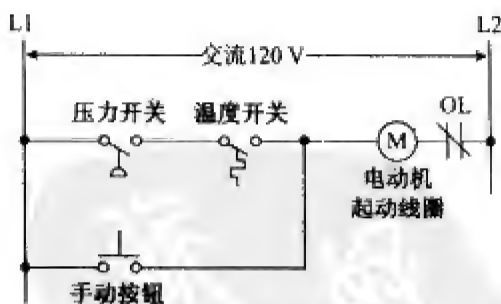
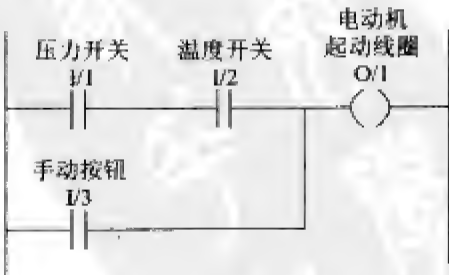

图 1-9 过程控制继电器梯形图
图 1-12 带地址的 PLC 过程控制梯形图
这个控制问题可以用如图 1-9 所示的控制电机的继电器电路实现, 当压力开关和温度开关接通或者手动控制按钮被按下时, 电动机的起动线圈就被接通。
接下来, 将设计 PLC 的梯形图程序, 并输入到 CPU 内的存储器中。这一控制过程的典型梯形图程序如图 1-12 所示。梯形图程序采用了与硬件连线的继电器电路布局相似的格式。独立的符号代表指令, 数字代表指令的地址。给控制器编写的程序必须通过编程器一条一条地输入到内部存储器中。每一个输入和输出设备都被指定了一个地址, 这个地址让 PLC 可以区分它们的物理连接位置。但要注意不同的生产厂家 PLC 的 I/O 地址格式可能不相同。这些指令存放在存储器中的用户程序存储区。
当 PLC 处于运行状态或工作周期时，就执行程序。在每一个工作周期，PLC 都完成检测输入设备状态、执行用户程序并据此改变输出。每一个“|”代表一个常开触点，符号“( )”则代表线圈。对应的触点闭合时，将使线圈被激励。在图 1-12 所示的梯形图程序中，线圈 O/1 在触点 I/1 和 I/2 闭合或者触点 I/3 闭合时被激励。这两个条件中的任何一个满足时，就会提供一个从左到右包括线圈在内的环路。
- 参考图 1-9 所示单元过程控制的继电器电路, 回答下列问题:
(1) 压力开关 (2) 温度开关 (3) 手动按钮
- 参考图 1-12 所示的单元过程控制 PLC 梯形图, 回答下列问题:
(1) 上千个 I/O 点 (2) 32 个 I/O 点 (3) 小到可以放进衬衣口袋